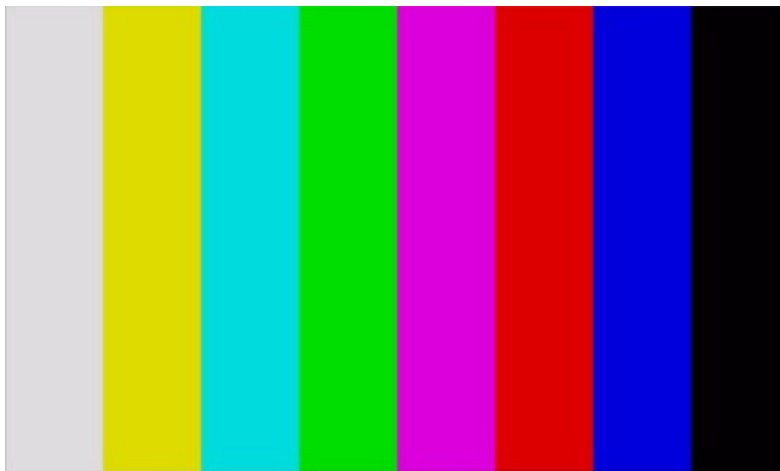

Abbildung 1: Kontrast / Weißwert zu niedrig
- Das linke Feld ist grau statt weiß – Kontrast zu niedrig eingestellt. Achtung: Mit diesem Bild ist nicht genau feststellbar, ob der Kontrast bereits zu hoch eingestellt ist. Im Zweifel justieren Sie vor dem Gebrauch der Color Bars den Kontrast mit einem geeigneteren Testbild, beispielsweise mit „Faces“. (Abb. 1)